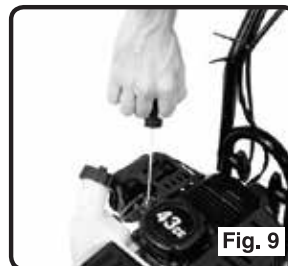

Fig. 9
5. Saisir la poignée du démarreur à rappel avec la main droite, et soutenir le rotoculueur avec la main gauche (voir fig. 9).
4. Saisir la poignée du démarreur à rappel avec la main droite, et soutenir le rotoculteur avec la main gauche (voir fig. 9).